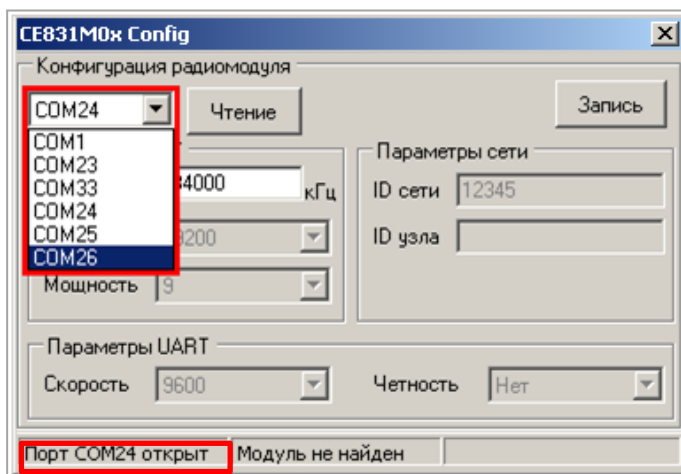

Рисунок 14 – Изменение номера используемого COM-порта
5.3.3.3.9 После выбора нового COM-порта необходимо дождаться сообщения в строке статуса (см. рисунок 14) о том, что открыт именно выбранный COM-порт (ожидание 1-3 сек.).